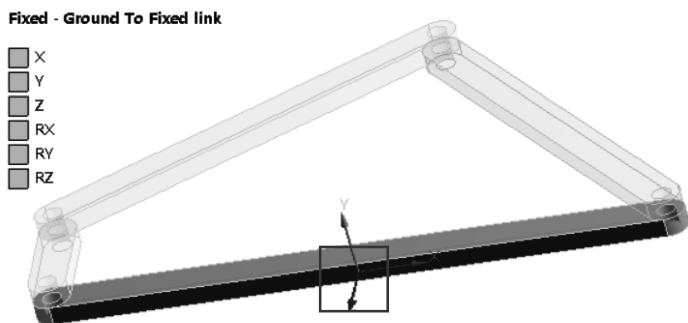

图 5-7 创建 Slider slot 接地连接
(6) 创建 Slider slot 接地连接: 单击【Connections】→【Joints】→【Body-Ground】→【Fixed】, 在标准工具栏中单击, 参考体默认, 运动体选择 Fixed link 底面表面, 如图 5-7 所示, 其他默认。